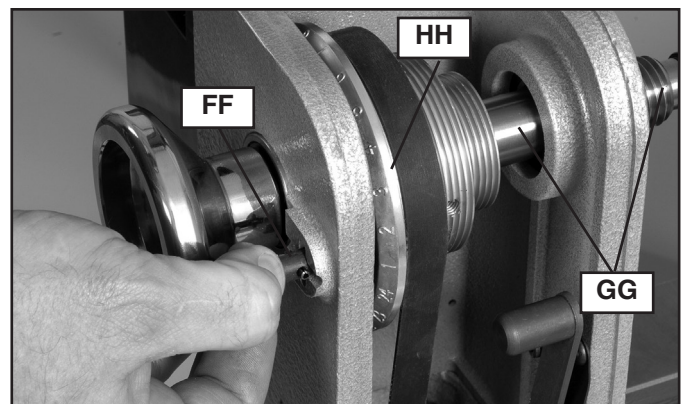
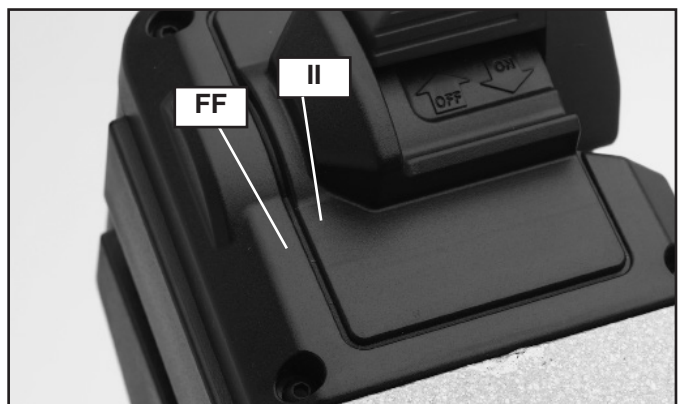

Fig. 21
Fig. 21a
Le tour est doté d'une goupille d'indexation (FF), fig. 21. Elle permet de bloquer l'arbre (GG) en 24 positions différentes [comme inscrit sur la roue indexée (HH)] pour satisfaire aux diverses applications. Utilisation de l'outil :
1. Tourner la roue indexée (HH) de sorte que l'arbre soit dans la position voulue.
2. Tirer légèrement sur la goupille d'indexation (FF) pour la dégager de sa rainure.
3. Faire pivoter la goupille sur 90 degrés de sorte que la contre-goupille (II) s'aligne avec l'encoche comme montré à la fig. 21a.
4. Relâcher la goupille d'indexation (FF) pour qu'elle s'insère dans la roue indexée de numéros (HH), fig. 21 et bloque l'arbre (GG) en position.
**AVIS:** ne pas utiliser la goupille d'indexation (FF) pour bloquer l'arbre lors du retrait de la plaque de montage. Une telle pratique risque d'endommager la goupille. Pour retirer la plaque de montage, respecter les directives décrites sous la rubrique **Retrait De La Plaque De Montage**.